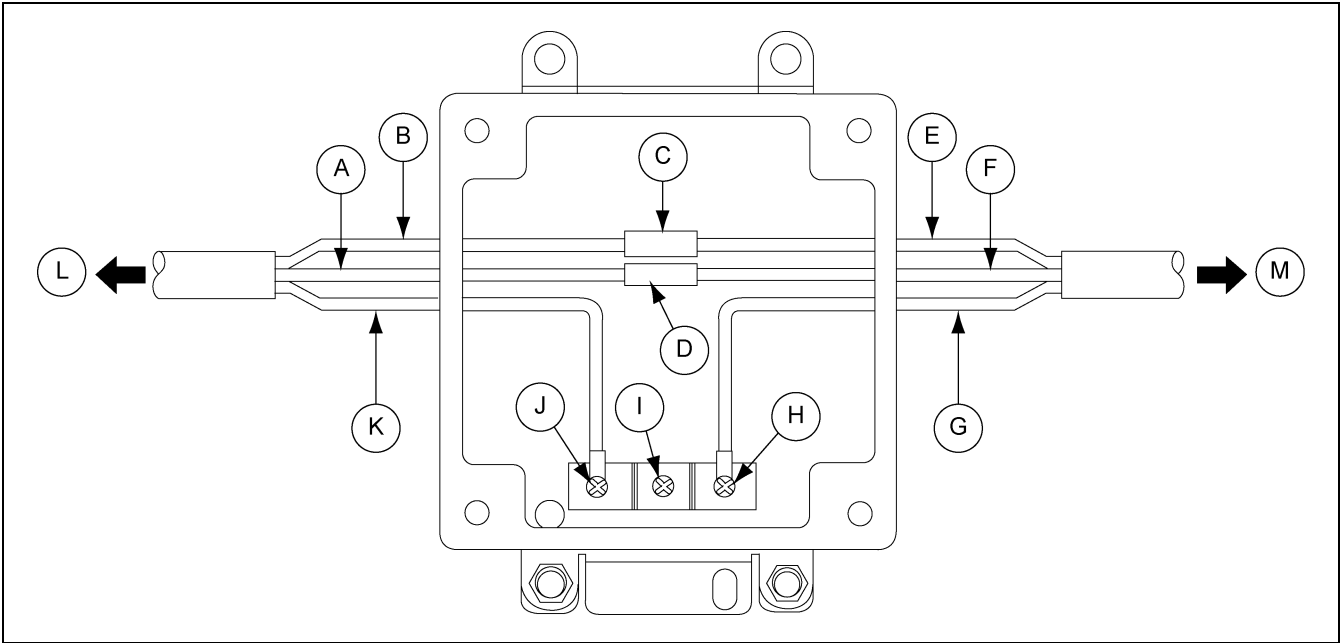

Рисунок 4U
4. Выполните разводку проводов от управляющего лотка к источнику питания по схеме, приведенной на Рисунок 4U.